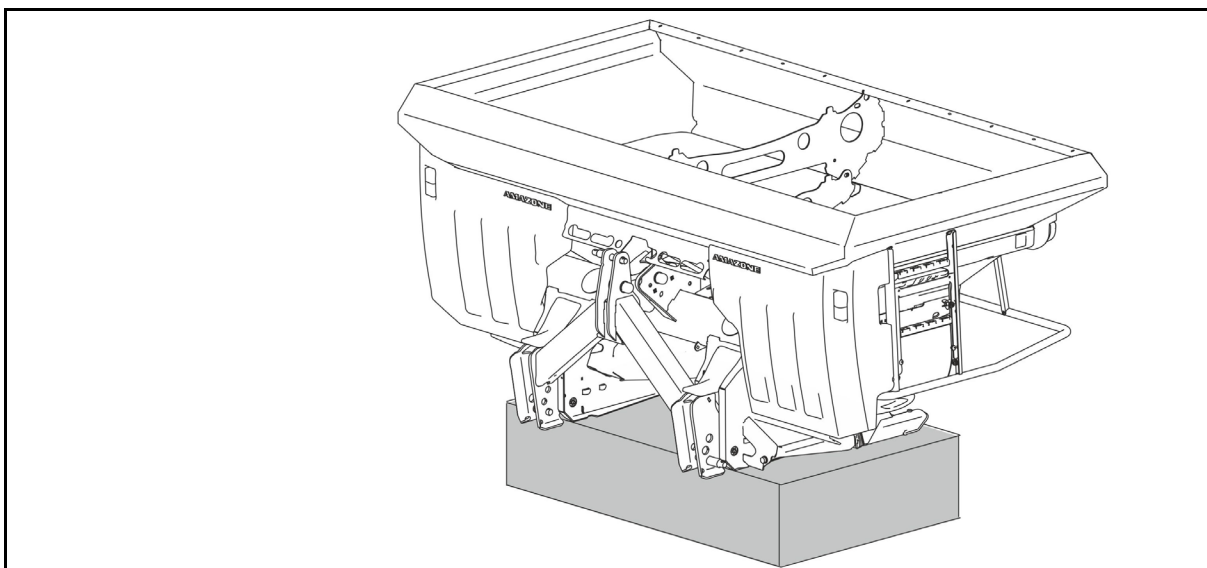

Fig. 43
Com auxílio do sistema hidráulico de três pontos do tractor, ajustar a altura de montagem do dispersor de modo a que a distância entre as pontas dos cereais e os discos de dispersão seja de aprox. 5 cm (Fig. 43). Se necessário, fixar as cavilhas do braço inferior nas uniões do braço inferior.
2. Soltar o bloqueio (Fig. 43/1).
3. Localizar na escala a posição apropriada da corredeia (Fig. 43/2).
4. Posicionar os indicadores (Fig. 43/3) da alavanca de ajuste (Fig. 43/4) neste valor de escala.